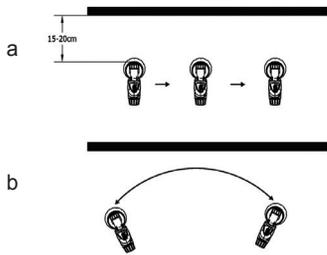

Fig. 2
- Când materialul de acoperire se bazează pe duza (A) și capacul de aer (B) (Fig. 2), și două părți curate cu solvent sau apă.